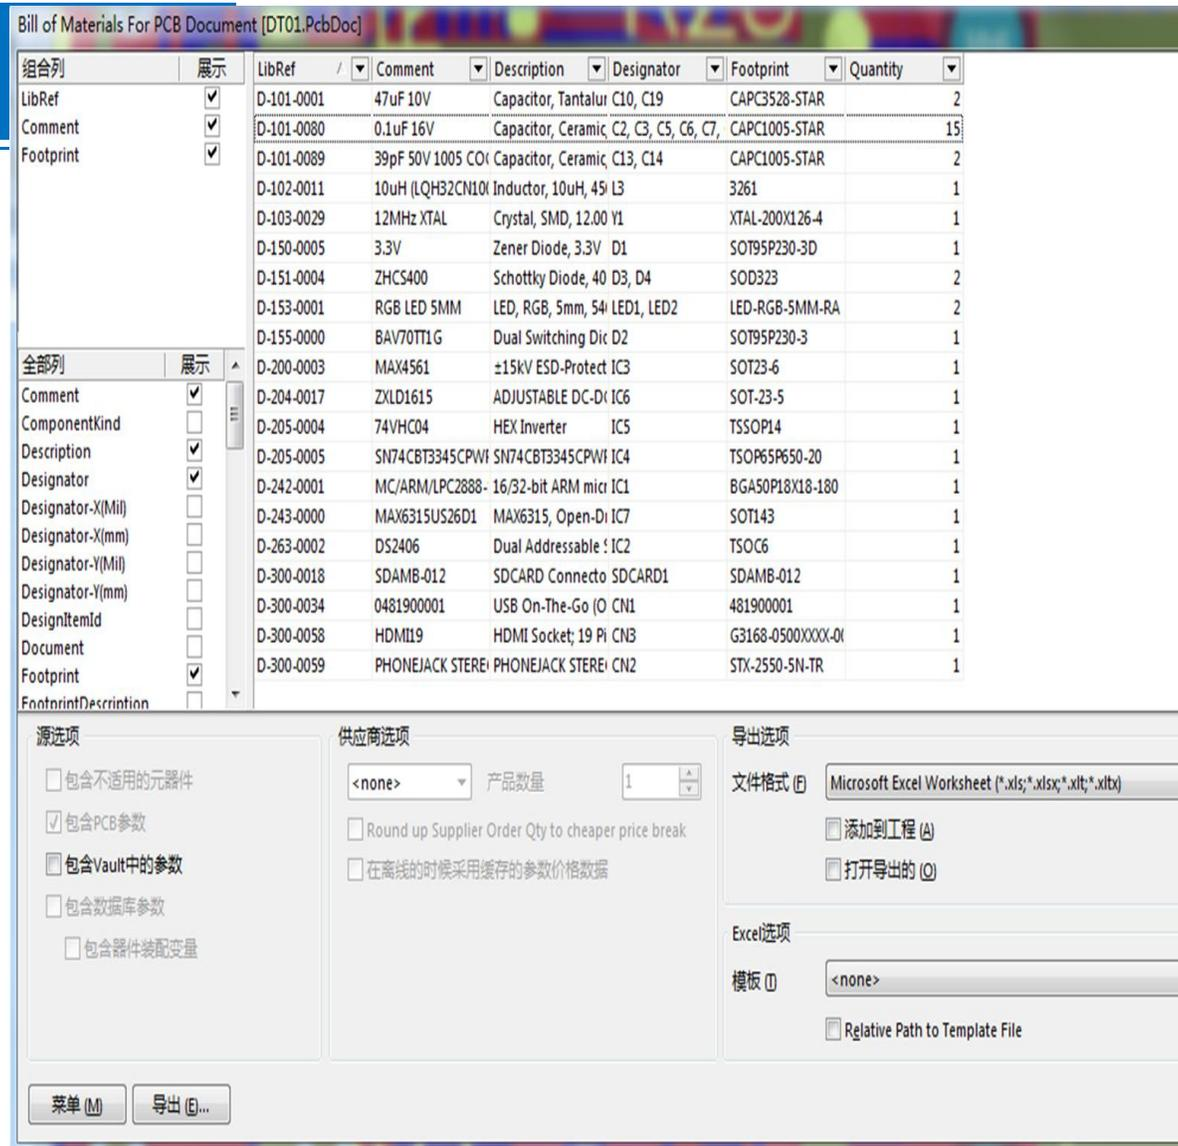

图 5-45
(1) 在 AD 主界面主菜单下，选择 Report-Bill of Materials。
(2) 如图 5-45 所示，出现 Bill of Material For PCB Document( xxx.PcbDoc ) 对话框界面。
- ①在图中导出选项(Export Options) 标签下的文件格式 (File Format) 右侧的下拉框内, 选择将要导出料单的文件格式。
- ②图5-45单击导出“ ” (Export...) 按钮。这样, 可以按照选择的文件格式生成料单。如所图5-46 所示, 给出了该设计的Excel格式的料单。
- ③ 在料单中, 包含了工程和文档的参数。在图5-45所示的界面中的“全部列” (All Columns) 窗中下, 选择需要在料单里提供的信息。